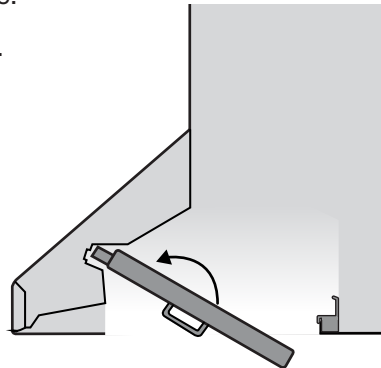

Figure 10
- Soulevez l'autre extrémité du filtre vers l'intérieur de la hotte, faites tourner le filtre et insérez-le dans l'ouverture (voir la figure 10 et 11).